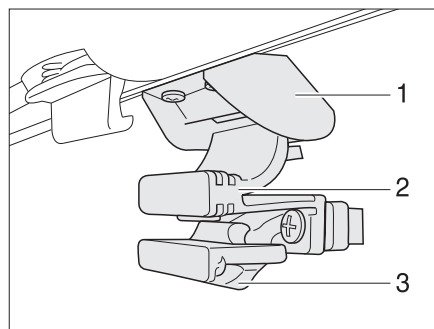

Bild 33 Fenster in der Eingangstür
Fenster öffnen: ■ Sicherung (Bild 33,3) nach hinten drücken.
■ Griff (Bild 33,2) zusammendrücken und Fenster nach unten schieben.
Fenster schließen: ■ Fenster nach oben schieben, bis der Griff (Bild 33,2) in der Verriegelung (Bild 33,1) einrastet.